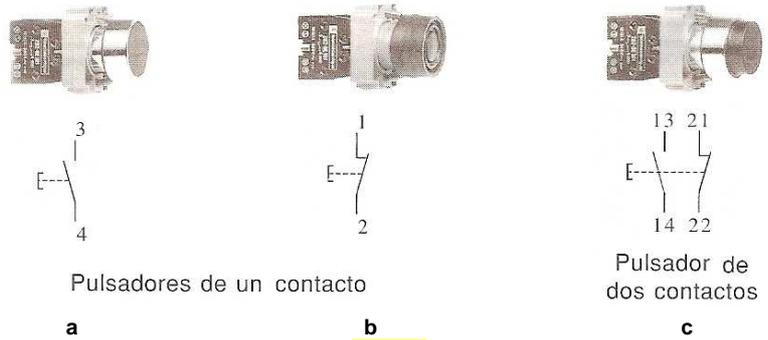

Fig. 3.1
1 Pulsador normalmente abierto (NA). Fig. 3.1-a
2 Pulsador normalmente cerrado (NC). Fig. 3.1-b
3 Pulsado 1NA + 1NC. Fig. 3.1-c